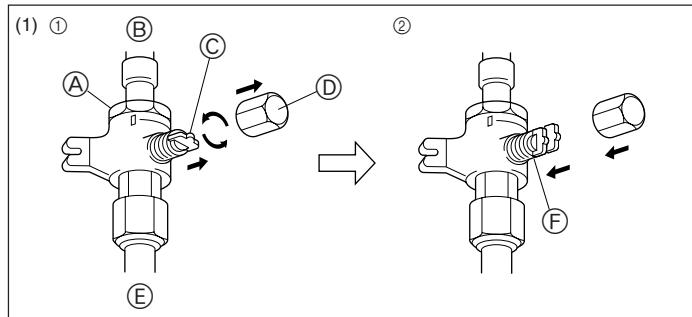
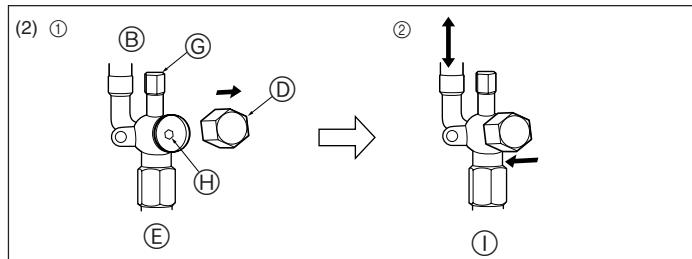

Fig. 4-4
Fig. 4-5
(1) Côté gaz (Fig. 4-4)
① Enlever le capuchon, ramener la poignée vers soi et la tourner d'un quart de tour en sens inverse des aiguilles d'une montre pour ouvrir la vanne.
② Vérifier que la vanne d'arrêt est complètement ouverte, appuyer sur la poignée et tourner le capuchon pour le ramener sur sa position d'origine.
(2) Côté liquide (Fig. 4-5)
① Retirez le bouchon, et tournez la tige de soupape à fond dans le sens antihoraire avec une clé hexagonale de 4 mm. Arrêtez de tourner quand elle frappe la retenue.